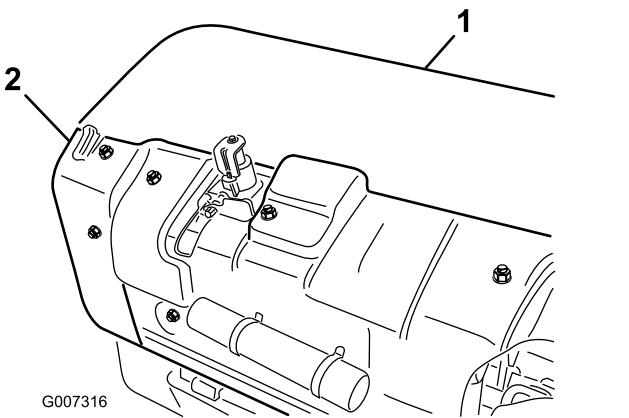

Figura 34
- A. Retire a cobertura da cabeça de perfuração traseira (Figura 34).
- B. Retire as porcas de montagem da proteção da polia e retire a proteção (Figura 34).